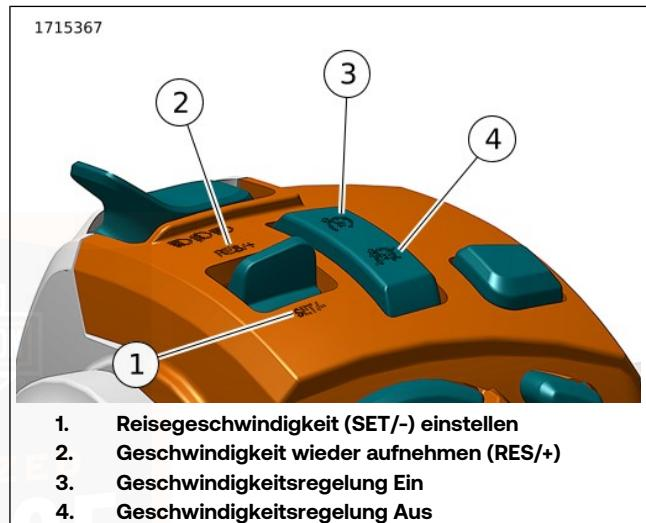

Abbildung 50. Geschwindigkeitsregelung
Siehe Abbildung 50. Den Geschwindigkeitsregelungsschalter drücken, um die Geschwindigkeitsregelung (1) einzuschalten. Wenn eingeschaltet, wird die Geschwindigkeitsregelungs-Kontrollleuchte auf dem IM ohne Geschwindigkeit in grüner Farbe angezeigt.
Siehe Abbildung 50. Wenn das Motorrad die gewünschte Geschwindigkeit erreicht hat, den Schalter SET-/herunterdrücken, um die Reisegeschwindigkeit einzustellen (2). Die eingestellte Geschwindigkeit wird nun neben der Geschwindigkeitsregelungs-Kontrollleuchte in Grün angezeigt.
Siehe Abbildung 50. Um die Reisegeschwindigkeit zu verlassen, den Gasgriff über den Abrollschalter (3) in die geschlossene Stellung drehen. Der
Siehe Abbildung 50. Wenn die Geschwindigkeitsregelung deaktiviert wurde, die Geschwindigkeitsregelungs-Kontrollleuchte aber trotzdem angezeigt wird, wird durch Drücken des Schalters RES/+ die Geschwindigkeitsregelung wieder aufgenommen (4). Das Motorrad nimmt automatisch die Geschwindigkeitsregelung mit der eingestellten Geschwindigkeit wieder auf und die Kontrollleuchte sowie die eingestellte Geschwindigkeit wechseln wieder zu grüner Farbe.